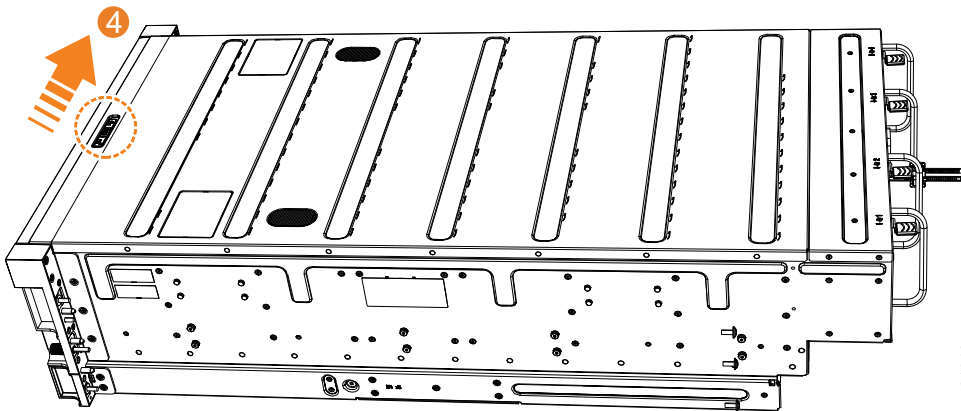

図 70. 上部カバーのロック
5. 図 70 に示すように、解放レバー **4** をスライドさせて、所定の位置にカバーをロックします。